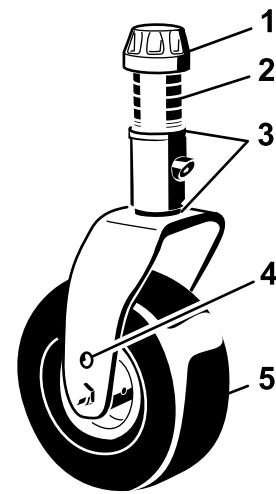

Figura 22
1. Coloque os eixos da roda giratória nos mesmos orifícios em todas as forquilhas da roda giratória (Figura 22 e Figura 24). Consulte o quadro seguinte para determinar quais os orifícios adequados para cada posição.
2. Retire a tampa de fixação do eixo roscado (Figura 22) e desloque o fuso para fora do braço da roda giratória. Coloque ambos os calços (3 mm) no eixo, tal como se encontravam originalmente. Estes calços são necessários para atingir a mesma altura ao longo de toda a largura das unidades de corte. Desloque um número apropriado de espaçadores de 13 mm para o eixo para obter a altura de corte desejada; em seguida, desloque a arruela para o eixo.